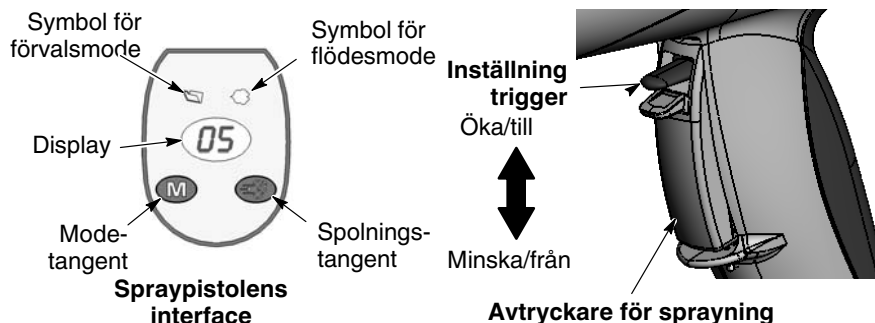

Bild 4-3 Pistolens inställningsorgan
1. Se bild 4-3. Släpp sprayavtryckaren. Förval kan inte ändras när pistolen är aktiverad.
1. Se bild 4-3. Tryck på **Mode** tangenten tills att symbolen för **Flödesmode** tänds.
1. Se bild 4-3. Rikta spraypistolen in i boxen och tryck in sprayningsavtryckaren.